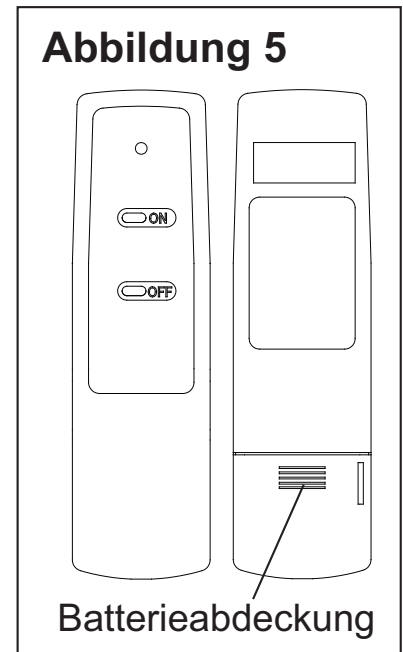

Abbildung 6
3. Lösen Sie die vier (4) Kreuzschlitzschrauben von der rechten Seite der Blende.
5. Schieben Sie das Glas zur rechten Seite des Kamins, um es zu entfernen (Abbildung 6).